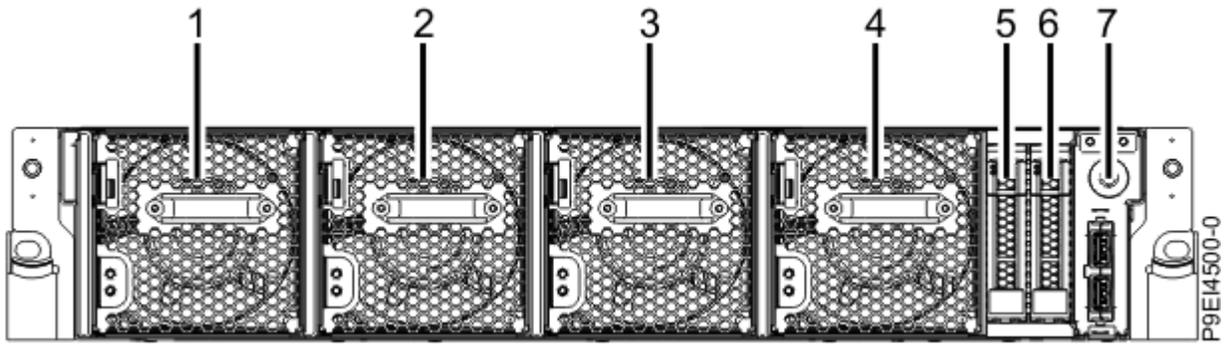

Figura 19. Ubicaciones de la unidad; posiciones 5 y 6
1. Determine la ranura en la que desea instalar una unidad de disco. Las ranuras de la unidad de disco se hallan en la parte frontal del sistema en las posiciones 5 y 6, tal como se muestra en la Figura 19 en la página 22.